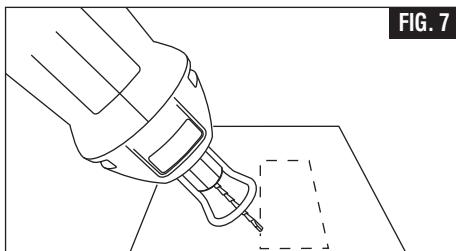

FIG. 7
Étape 3 : tout en continuant à tenir fermement l'outil, insérez l'embout dans le matériau à un angle de 45° (Fig. 7).